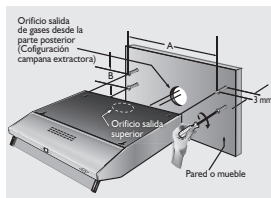

Figura 13.
- Utilizando la plantilla de cartón correspondiente a la parte trasera de la campana, perfora la pared haciendo los agujeros para chazos de 5/16 de diámetro (leer instrucciones de la plantilla), verifique las medidas entre perforaciones en la Tabla 3 y coloque los chazos en los agujeros y los tornillos, dejando un espacio de 3 mm entre la cabeza del tornillo y la pared. (Figura 13).